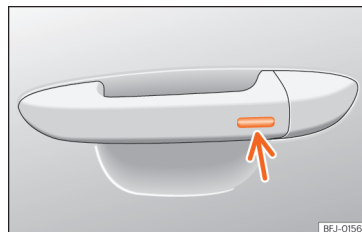

Abb. 92 Türgriff: Sensorfläche.
- Halten Sie einige Sekunden lang einen Finger über die Verriegelungssensorfläche »» **Abb. 92** (Pfeil) am Türgriff, damit das Dach geschlossen wird. Wenn Sie die Sensorfläche nicht mehr berühren, wird die Schließfunktion unterbrochen.
Der Einklemmschutz kann die Quetschgefahr beim Schließen des Glasdachs und des Sonnenrollos »» **Abb. 92** vermindern. Stoßen Glasdach oder Sonnenrollo beim Schließen auf Widerstand oder ein Hindernis, öffnen sie sich sofort wieder.